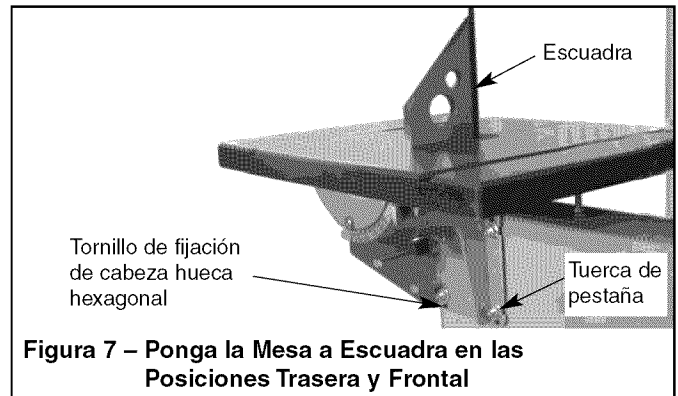

Figura 7 – Ponga la Mesa a Escuadra en las Posiciones Trasera y Frontal
- Con una llave, afloje la tuerca de pestaña en el muñón inferior de la mesa (véase la Figura 7).
- Ponga la llave “L” hexagonal M5 en el tornillo de fijación de cabeza hueca hexagonal y ajústelo hasta que la mesa esté a escuadra con la hoja de la sierra en las posiciones frontal y trasera (véase la Figura 7).